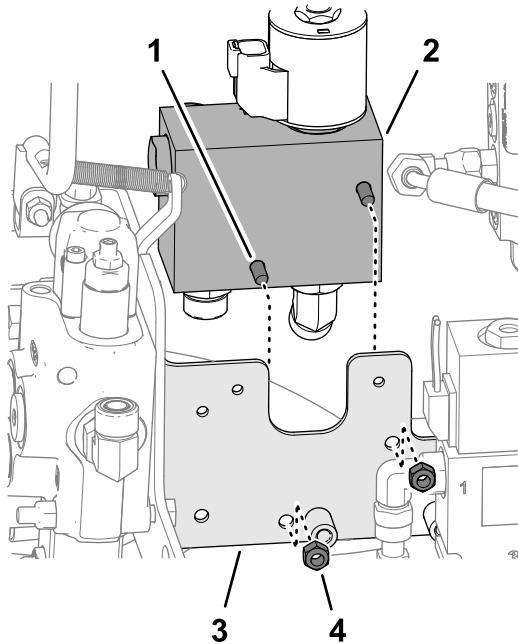

Figura 16
2. Monte la válvula de bajo caudal al soporte (Figura 16) con los 2 pernos ($\frac{1}{4}$ " x $2\frac{1}{2}$ ") y 2 contratuerca ($\frac{1}{4}$ ").